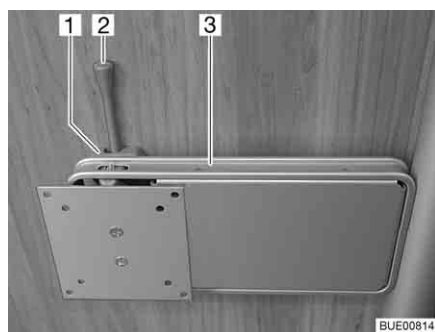

Bild 65 Fäste på pelare
- Tryck låsspaken (Bild 65,2) åt sidan och sväng fästet (Bild 65,3) med den platta bildskärmen till önskat läge.
- Vrid tillbaka den platta bildskärmen tills fästet (Bild 65,3) hakar fast i låset (Bild 65,1).